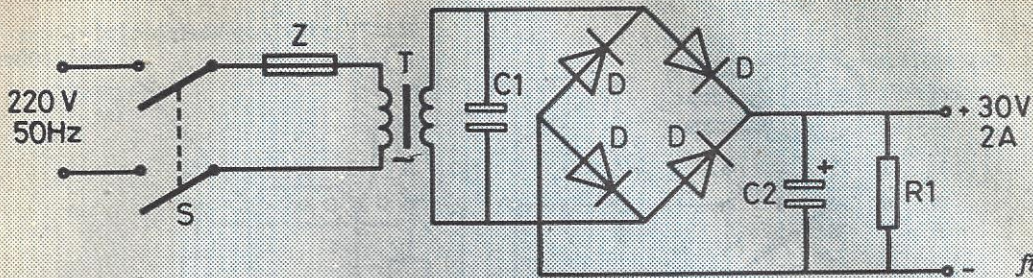

fig. 19.2.2.
In fig. 19.2.1 is het principe-schema weergegeven voor een voeding van 0-25V, onderverdeeld in drie bereiken (0-6,8 V, 0-13,6 V, 0-26 V) bij een maximale stroom van 2A.; het bijbehorende principe-schema van de voeding is weergegeven in fig. 19.2.2. Tevens kan de spanning met behulp van de potentiometer P1 „grof” ingesteld worden, met de potentiometer P2 daarentegen „fijn”; deze instelling komt overeen met ca 10% van het gehele bereik van S1a. De referentie-spanning, die aan de OpAmp wordt toegevoerd, is twee maal gestabiliseerd en wel met behulp van de Zener-diodes Ze1 en Ze2. De Zener-diode Ze3 zorgt ervoor, dat de voedingspanning voor de OpAmp de toelaatbare waarde van 40V niet overschrijdt. Aan de uitgang is een mogelijke schakeling voor een Volt-meter met drie bereiken (0-5V, 0-10V en 0-30V) aangegeven, terwijl de toevoeging van een amp.meter van 0-3A eveneens zeer aan te bevelen is. De schakeling van fig. 19.2.1. komt verder geheel overeen met die van fig. 15.3.1, zodat we ons hierin niet verder behoeven te verdiepen.
19.3.2. Schakeling volgens fig. 19.2.1. met voeding volgens fig. 19.2.2. U_u max: 25V; I_u max = 2A.